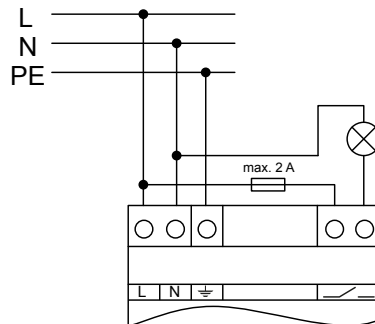

Bild 5: Anwendungsbeispiel – Meldelampe zur optischen Betriebsanzeige
- Meldeeinrichtung entsprechend Anschlussbeispiel (Bild 5) anschließen.